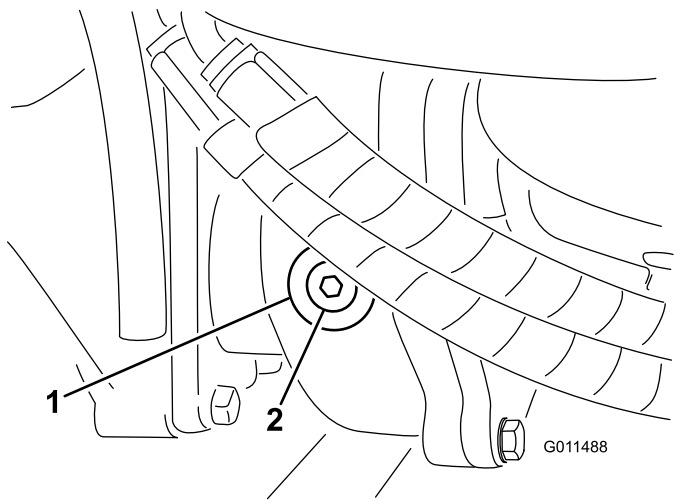

图 111
- 从齿轮箱的左侧取出检查/注油塞图 111 确保润滑剂向上直至孔的底部。如果润滑剂过少请添加足够的润滑剂直至液位达到孔的底部。